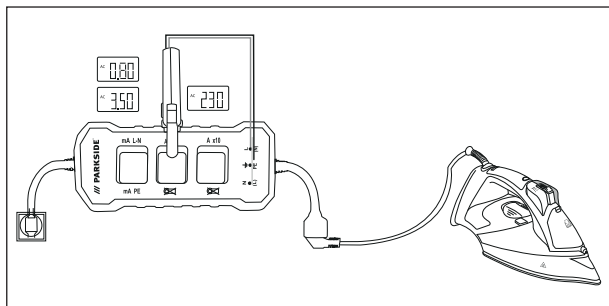

Fig. 3
- 4) Leggere i valori corrispondenti a corrente, tensione e potenza assorbita del carico (vedere fig. 3).